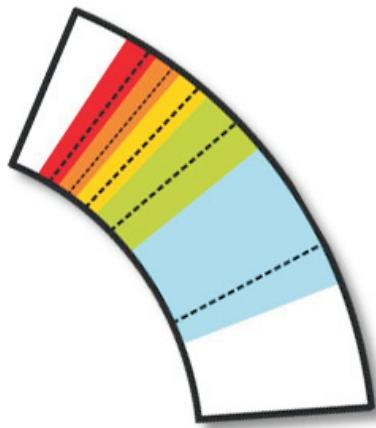
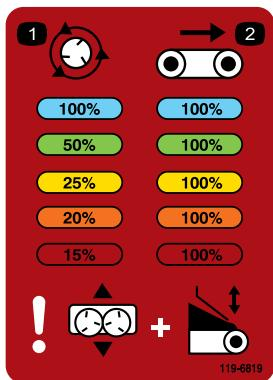

図 36
図 37
注 図 36と図 37に示すステッカーの色は、メインステッカー図 28の色に対応しています。
標準油圧駆動モデル 44701 対応する色の部分に示された開始ライン点線に油圧コントロールをセットします図 36。必要に応じて、各色の範囲内で速度を変えることができます。
**無線コントロールモデル 44751**ステッカーの色分け部分と無線コントローラ裏側に貼付されたチャートに示されているパーセント値に合わせて設定します 図 37。